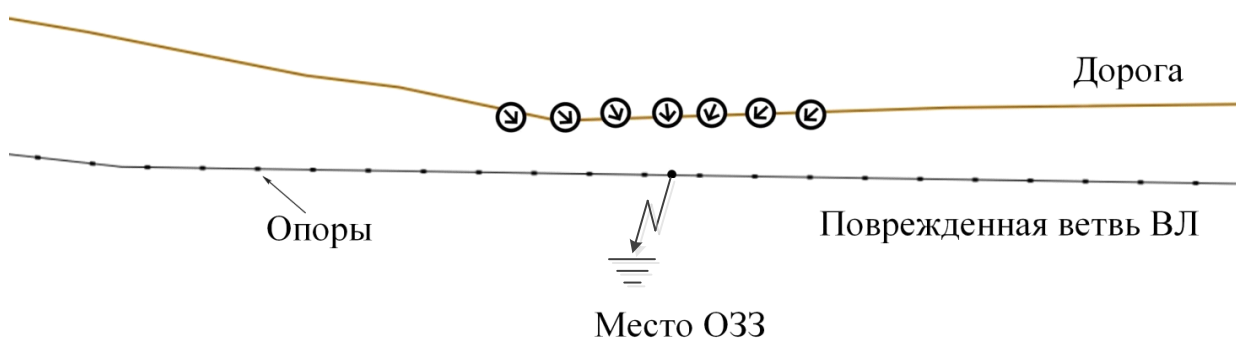

Рис. 4
5.8. При прохождении вдоль трассы мимо места ОЗЗ стрелка на дисплее указателя плавно поворачивается (рис. 4), все время показывая на место ОЗЗ. Указатель «Вектор» позволяет найти неисправность, даже если она визуально нераспознаваема.